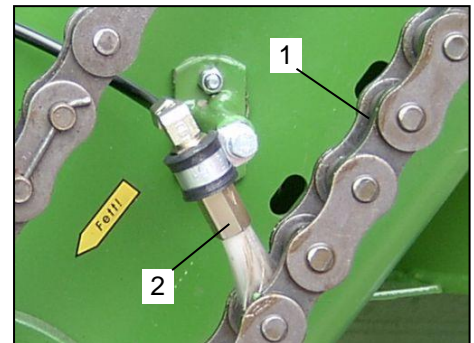

Bild 13: Drivenheten för spridningsaggregatet
Smörjoljan applicera med smörjpenslar (Bild 13/position 2). Följande smörjpunkter förses med smörjolja:
- Drivenheten för spridningsaggregatets rullkedjor (Bild 13/position 1)
För att smörjoljan ska kunna appliceras felfritt på rullkedjorna (Bild 13/position 1), måste smörjpenlarna (Bild 13/position 2) placeras i rätt position. De måste ligga an lite lätt mot rullkedjorna (Bild 13/position 1). Ligger smörjpenlarna an för hårt (Bild 13/position 2), leder det till ett ökat slitage. Byt genast smörjpenlarna (Bild 13/position 2) efter ett kraftfullt slitage.